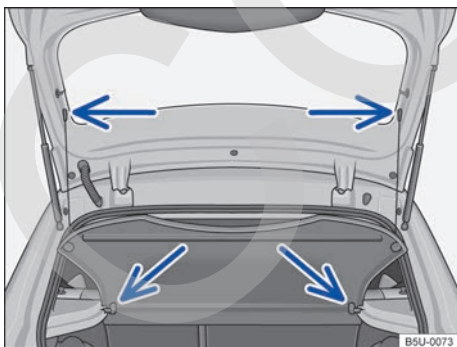

Fig. 80 En el maletero: desmontar y montar la cubierta del maletero.
- Desprender los cordones de retención del soporte de la tapa trasera → fig. 80 (flechas superiores).
- Retirar la cubierta del maletero hacia atrás, hacia afuera de los soportes laterales → fig. 80 (flechas inferiores).
- Empujar la cubierta del maletero hacia adelante, introduciéndola en los soportes laterales ⇒ fig. 80 (flechas inferiores).
- Encajar los cordones de retención en la tapa trasera ⇒ fig. 80 (flechas superiores).